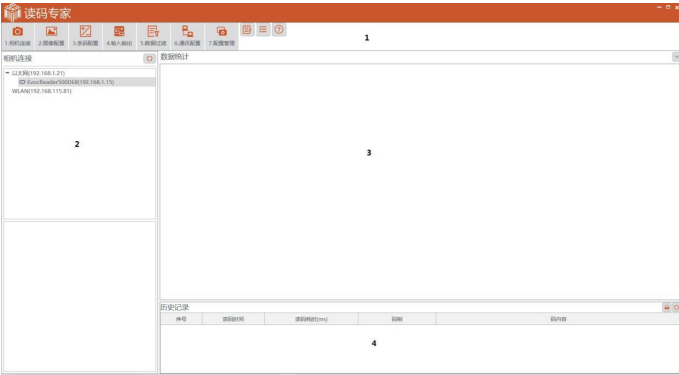

图 2-5 客户端主界面
1、客户端主界面介绍如图 2-5 所示, 各功能模块介绍详情见表 2-1。